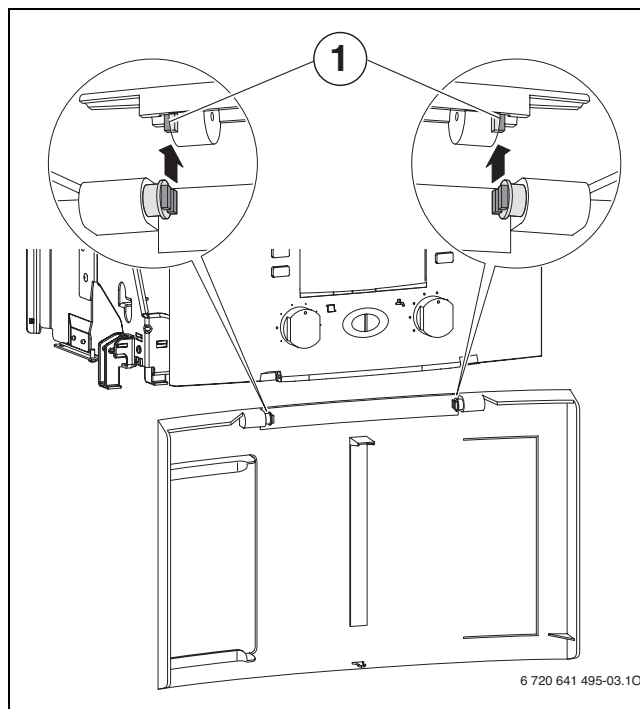

Fig. 12
- ▶ Verificați orientarea vaporizatorului (1) (→ Fig. 12).